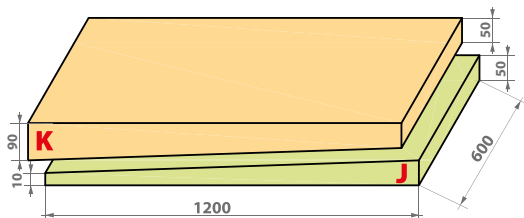

Рисунок 5.8. Набор плит клиновидной теплоизоляции LOGICPIR SLOPE 3,4%
**5.4.6.** Для формирования разуклонки к воронкам в ендове кровли и формирования контруклона от парапетов, зенитных фонарей и др. конструкций крыш применяется набор клиновидных плит на основе жесткого пенополиизоцианурата LOGICPIR CXM/CXM SLOPE 3,4% (элементы «J» и «K») (рис. 5.8).